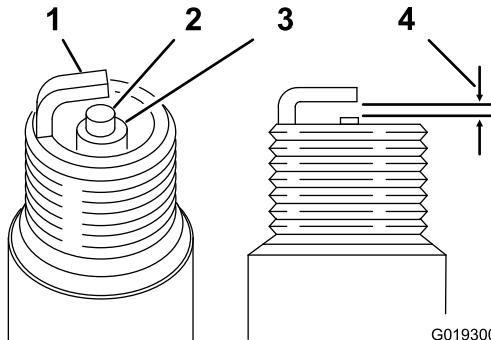

Bild 18
3. Stellen Sie den Elektrodenabstand auf 0,7 bis 0,8 mm ein (Bild 18).